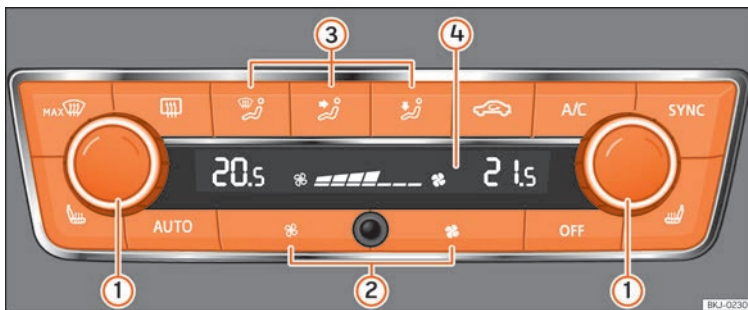

Abb. 171 Climatronic: Bedienelemente
- Stellen Sie die Gebläsestufe auf Null »» Abb. 171  oder drücken Sie die Taste **OFF**.
- Drücken Sie die Taste **AUTO** »» Abb. 171.
- Nach dem Einschalten der Zündung können Sie mit dem Drehregler **1**  **Abb. 171** die gewünschte Innentemperatur einstellen.
- Drücken Sie die Taste **MAX**  **Abb. 171**.